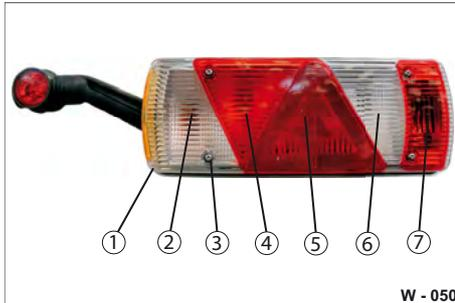

Abb. 57 Komponenten der Heckleuchte
- ▶ Schrauben Sie die 4 Befestigungsschrauben (Abb. 57/3) ab.
- ▶ Entfernen Sie die äußere Lichtscheibe (Abb. 57/1).
- ▶ Schrauben Sie die Befestigungsschrauben (Abb. 57/3) an.